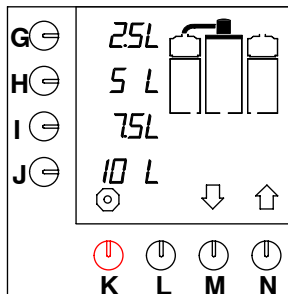

Fig. 6 Schermo iniziale
- Si accende la spia luminosa dell'interruttore. Sullo schermo vengono visualizzate le impostazioni standard, vedere fig. 6.